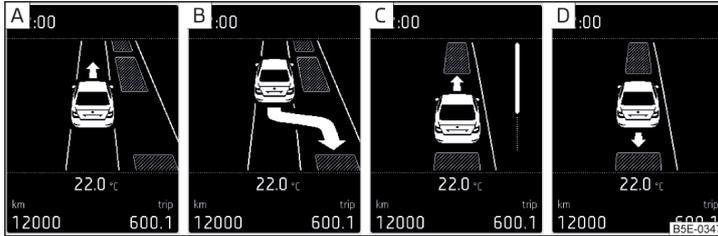

Abb. 141 Displayanzeige
Wenn das System eine geeignete Parklücke erkannt hat, wird diese Parklücke im Display angezeigt » Abb. 141 - A.
- Noch weiter vorfahren, bis im Display die Anzeige erscheint » Abb. 141 - B.
- Wenn im Display der Pfeil nach vorn blinkt » Abb. 141 - C, dann den 1. Gang einlegen bzw. den Wählhebel in Stellung **D/S** stellen.
- Wenn im Display der Pfeil nach hinten blinkt » Abb. 141 - D, dann erneut den Rückwärtsgang einlegen bzw. den Wählhebel in Stellung **R** stellen.